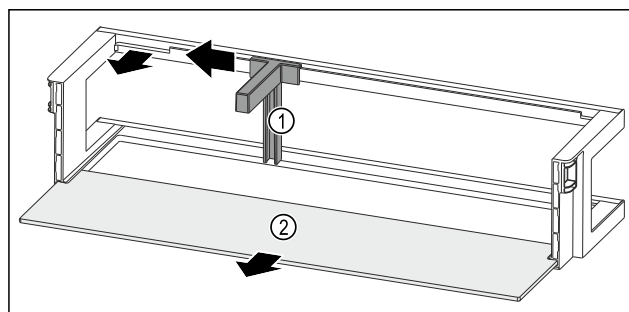

Fig. 229 Дверная полка с держателем для бутылок и съемной полкой
- ▶ Сместите держатель для бутылок Fig. 229 (1) до выемки в сторону.
- ▶ Извлеките держатель для бутылок Fig. 229 (1).
- ▶ Извлеките съемную полку Fig. 229 (2).